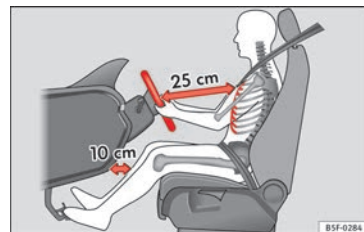

Fig. 1 Distância correta entre o condutor e o volante.
- Ajustar o volante de modo a que a distância entre o volante e o tórax seja de pelo menos 25 cm » **Fig. 1.**
- Regule o banco do condutor de modo a assegurar uma distância mínima de 25 cm entre o tórax e o centro do volante » **Fig. 1.** Se essa distância for inferior a 25 cm, o sistema de airbags não poderá protegê-lo convenientemente.